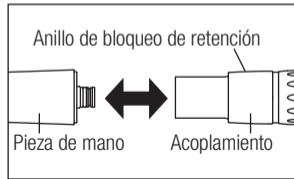

Fig. 2
- 1) Inserte la pieza de mano en el acoplamiento (Fig. 2).
Tire hacia atrás del anillo de bloqueo de retención y retire la pieza de mano del acoplamiento (Fig. 2).